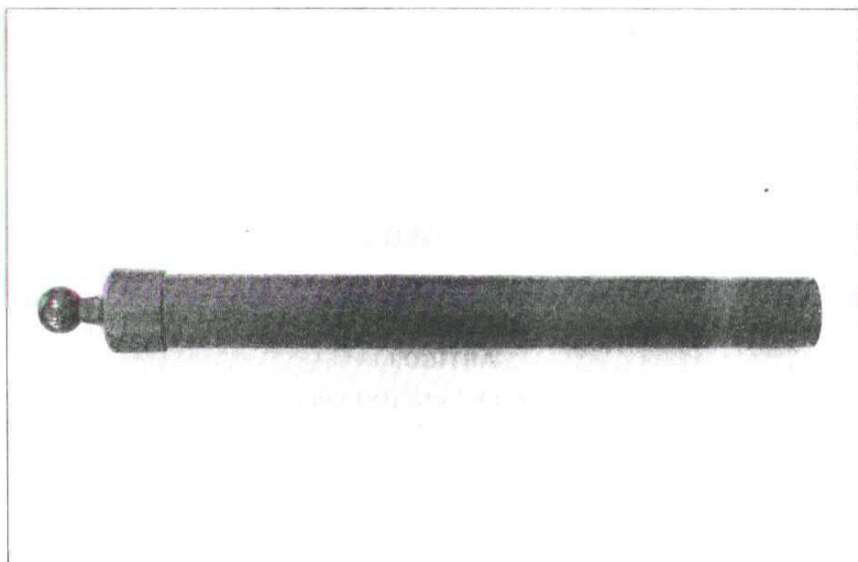

Fig 2-1. Tubo de Mrt 60mm
a. **Tubo** (Fig 2-1) — trata-se de um tubo de morteiro 60mm M2 (ou M949) destinado a constituir a peça de uso para o tiro de calibre reduzido.